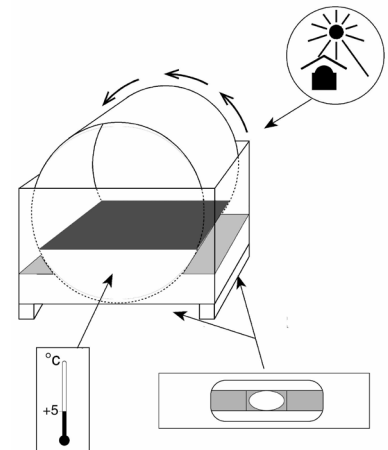

Bild 4.1 Filterinstallation
- Filtret måste stå helt i våg i båda riktningarna (se Bild 4.1).